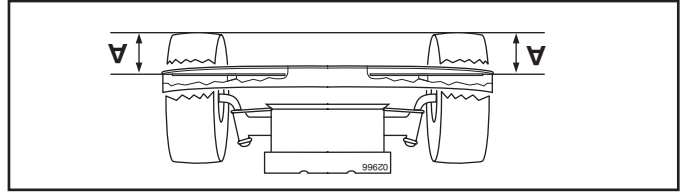

FIG. 29
- **AJUSTEMENT LATÉRAL DE PRÉCISION** (Voir la Fig. 29) Assurez-vous que vos pneus sont adéquatement gonflés, puis stationnez le tracteur sur un terrain de niveau ou une entrée de cour.